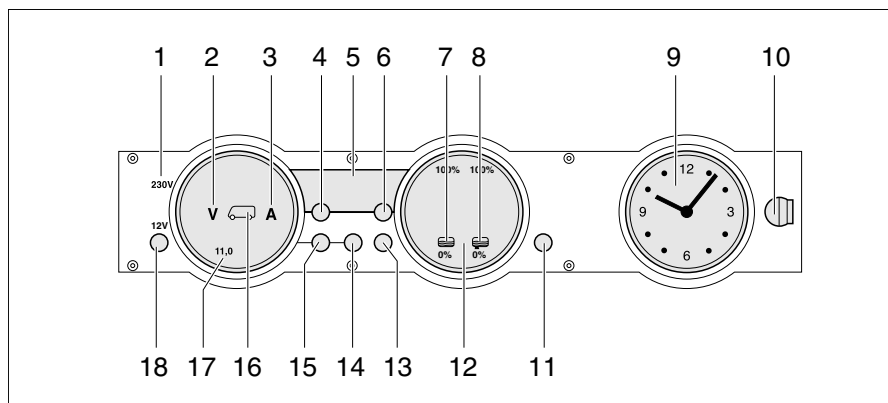

Bild 259 Panel MP 20-T
230 V-kontrollampan (Bild 259,1) lyser när nätspänningen ligger på el-blockets ingång.
Med huvudbrytaren 12 V (Bild 259,18) kopplas panelen och bodelens 12 V-försörjning till eller från.
- Tryck kort på knappen "12 V" (Bild 259,18). 12 V-försörjningen för bodelen är påslagen. Kontrollampan "12 V" lyser.
- ▷ Efter aktivering av försörjningen: om lysdioden "11,0" för voltindikeringen samt symbolen volt "V" (Bild 259,2) på indikeringsinstrumentet för batterierna (Bild 259,17) blinkar är bodelsbatteriets spänning för låg. Ladda batteriet.
- ▷ Efter aktivering av försörjningen: om kontrollampan "12 V", symbolen bodelsbatteri (Bild 259,16) och symbolen volt "V" (Bild 259,2) blinkar tre gånger är batterifrånkopplingen aktiverad. Avaktivera batterifrånkopplingen.
- Tryck kort på knappen "12 V" (Bild 259,18). 12 V-försörjningen för bodelen är avstängd. Kontrollampan "12 V" slocknar.
- Tryck på knappen bodelsbatteri (Bild 259,14) och håll den intryckt i ca 10 sekunder. Symbolerna volt "V" (Bild 259,2) och ampere "A" (Bild 259,3) blinkar tre gånger. Bodelsbatteriet är frånkopplat från 12 V-nätet.
- Tryck på knappen "12 V" (Bild 259,18) och håll den intryckt i ca 5 sekunder. Symbolen volt "V" (Bild 259,2) blinkar tre gånger. Bodelsbatteriet är anslutet till 12 V-nätet. Kontrollampan tänds efter ca 2 sekunder.
- Tryck på knappen bodelsbatteri "🔋" (Bild 259,14). Symbolen volt "V" (Bild 259,2) lyser. Symbolen ampere "A" är vit eller röd beroende på laddning eller urladdning. Batterispänningen och strömmen för bodelsbatteriet visas via lysdioderna på indikeringsinstrumentet.
- Tryck på knappen startbatteri "🔋" (Bild 259,15). Symbolen volt "V" (Bild 259,2) lyser. Startbatteriets spänning visas via lysdioderna på indikeringsinstrumentet.
- Tryck på knappen tank  (Bild 259,13). Symbolerna vattentank  (Bild 259,7) och avloppstank  (Bild 259,8) lyser. Nivån i vattentanken (vänster skala) och i avloppstanken (höger skala) visas via lysdioderna på indikeringsinstrumentet.
Symbolen volt "V" (Bild 259,2) och lysdioden "11,0" blinkar när batteriets spänning sjunker under 11 V (mätning under pågående drift) och det finns risk för en djupurladdning.
Symbolen vattentank "🌊" (Bild 259,7) eller symbolen avloppstank "🚽" (Bild 259,8) blinkar när vattentanken är tom eller när avloppstanken är full.